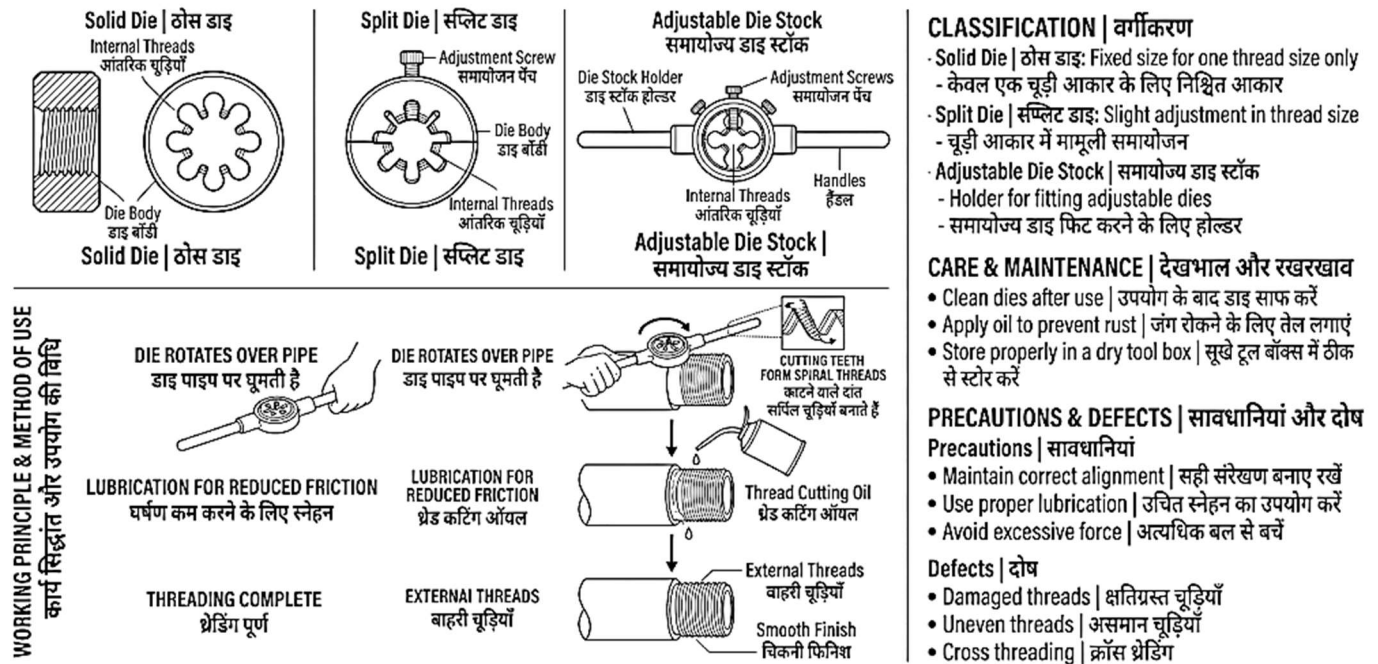

Fig. 8.4: Types, Threading Process and Maintenance of Pipe Dies | पाइप डाइ के प्रकार, थ्रेडिंग प्रक्रिया एवं रखरखाव
8.4.1 Constructional Features of Pipe Dies (Fig. 8.4)
8.4.1 पाइप डाइ के निर्माणात्मक भाग (Fig. 8.4)